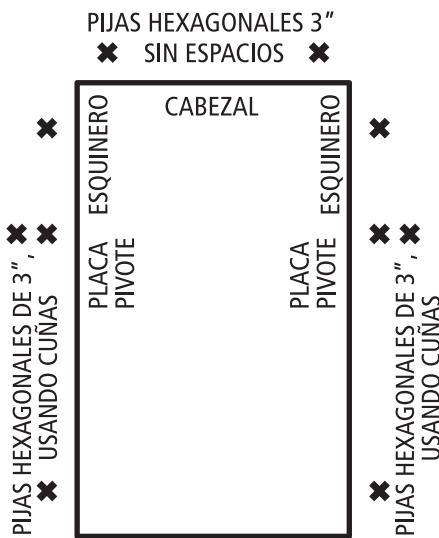
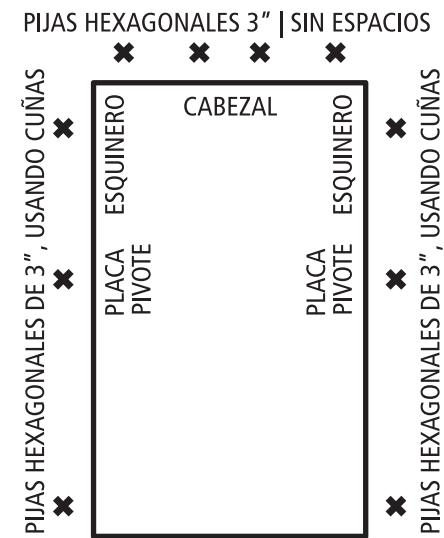

FIGURA 8: Modelos de madera
FIGURA 9: Modelos de Aluminio
A. La escalera viene con agujeros pre-perforados para instalación permanente, los agujeros para la instalación permanente se muestran en la Figura 8 para los modelos de madera y en la Figura 9 para los modelos de aluminio. Use cuñas cuando sea necesario para llenar el espacio entre el marco de la escalera y abertura en el techo, en lugares pre-perforados. Usando la broca de $\frac{1}{8}$ ", perfore orificios guía a través de cuña hasta las vigas del techo y el cabezal.